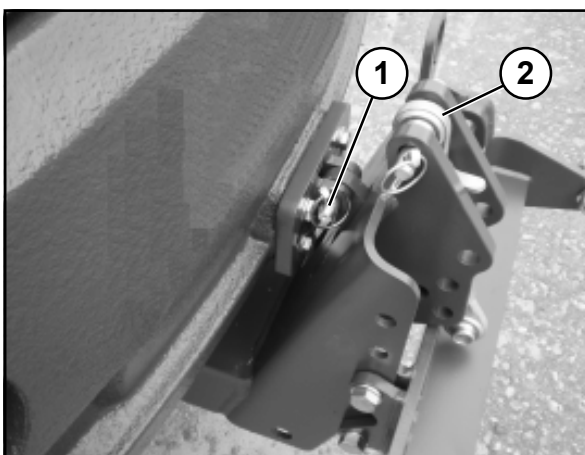

Bild 6-6
(2) Gegengewicht unter dem Motor demontieren. Dazu ist das unterstützende Hebegerät mit angebaute Stapelvorsatz von hinten so unter das Gegengewicht zu verfahren, dass die Zinken das Gegengewicht leicht berühren und das Aufnehmen des Gegengewichts auf dem Stapelvorsatz gefahrlos möglich ist. Die drei Befestigungsschrauben lösen, Stapelvorsatz mit darauf befindlichem Gegengewicht absenken und nach hinten herausfahren.
(3) Heckanbauplatte so auf den Stapelvorsatz ablegen und von hinten unter das Fahrwerk verfahren, dass die Heckanbauplatte mit der Aufnahme am Fahrwerk durch Einschieben des Bolzens (6-5/Pfeil) verbunden werden kann. Bolzen mit Klappsplint sichern.
(4) Querlenker (6-6/2), wie in Bild 6-6 zu sehen, nach hinten umlegen.
(5) Heckanbauplate durch An-/Abkip- und Hubbewegungen des Staplervorsatzes so positionieren, dass der Bolzen in die Aufnahmebohrung der Anbauplate der Rangier- und Abschleppkupplung gesteckt werden kann (6-6/1). Bolzen mit Klappsplint sichern.